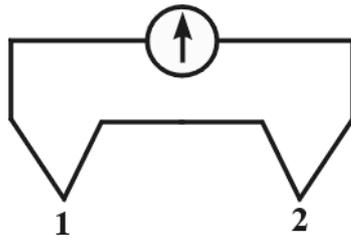

Рис. 3.22
Если сварить или спаять концы проводников разных металлов и составить замкнутую цепь (рис. 3.22), то в местах спая 1 и 2 возникает контактная разность потенциалов противоположных знаков. При одинаковых температурах спаев суммарная разность потенциалов будет равна нулю (закон Вольта). Если температуры T_1 и T_2 контактов 1 и 2 различны, то, согласно формуле (2), алгебраическая сумма контактных разностей потенциалов не будет равна нулю. Эта сумма $\mathcal{E} = \Delta\varphi_{i1} + \Delta\varphi_{i2}$ называется термоэлектродвижущей силой (термоЭДС). Согласно (2), получим: